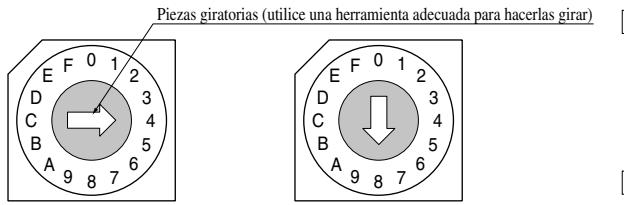

Fig. 1: S/W giratorio P1
3. Si fuera necesario realizar ajustes, desconecte el suministro eléctrico, ajuste el punto de referencia P1 (consulte la Fig. 1, tabla). Conecte el suministro eléctrico. Repita este procedimiento hasta que la temperatura de succión se encuentre entre los 0° C los +5° C.